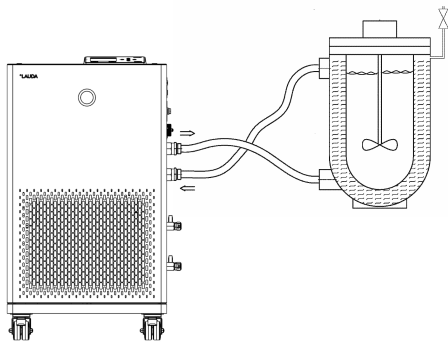

Fig. 28 : Application avec vanne de purge
- Une vanne de purge Fig. 28 peut simplifier le processus de purge. Pour cela ouvrir régulièrement la vanne avec prudence et laisser s'échapper le gaz/l'air jusqu'à ce que le liquide sorte de la vanne, refermer la vanne de purge. Collecter le liquide dans un récipient adapté. Actionner à nouveau la vanne à intervalles réguliers jusqu'à ce qu'il n'y ait plus d'air.